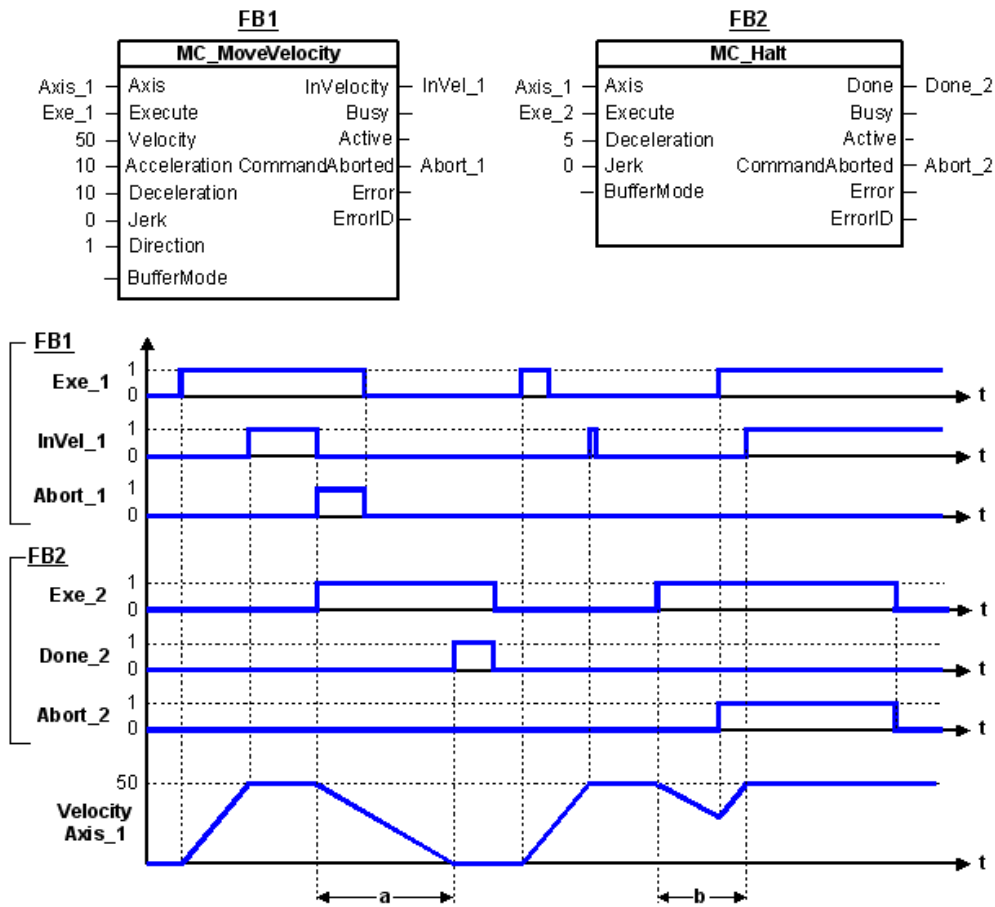

图 5.10 暂停运动
• 图 5.10 显示了 MC_MoveVelocity 指令正在执行运动的过程中，被 MC_Halt 指令中断的行为。